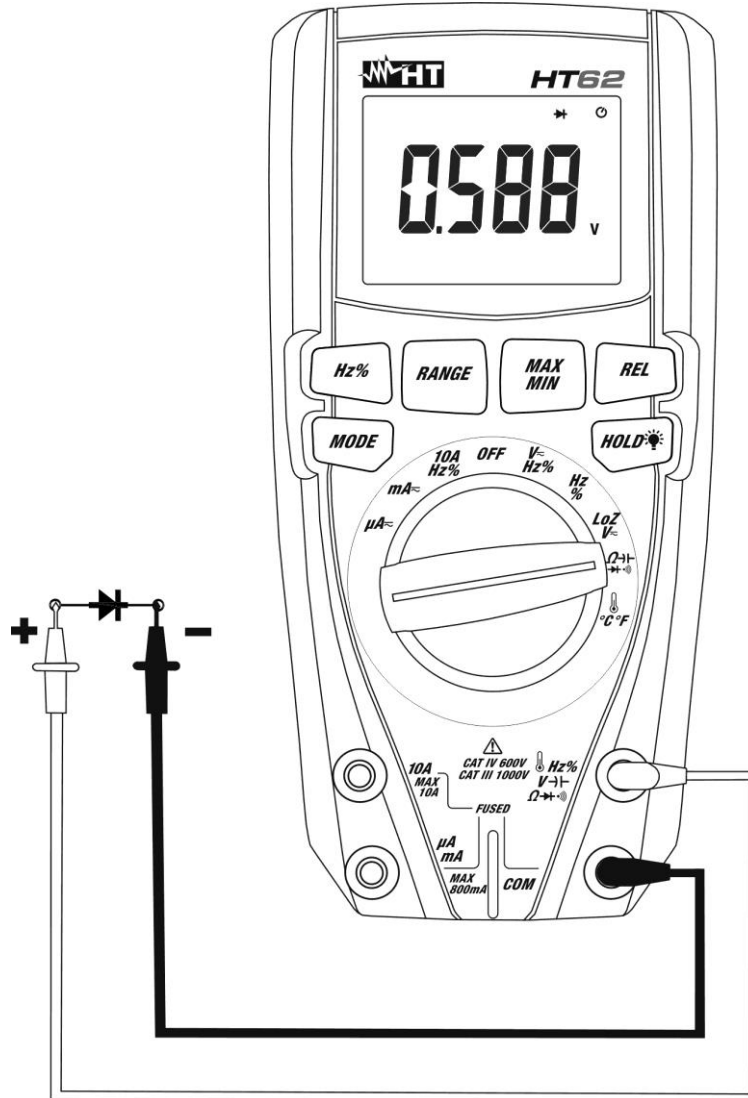

Fig. 7: Utilisation de l'instrument pour le test des diodes
4. Positionner les embouts aux extrémités de la diode sous test (voir Fig. 7) en respectant les polarités indiquées. La valeur de la tension de seuil en polarisation directe est affichée à l'écran
6. Si l'instrument affiche le message "O.L." les bornes de la diode sont inversées par rapport à ce qui est indiqué dans Fig. 7 ou bien la jonction P-N de la diode est endommagée